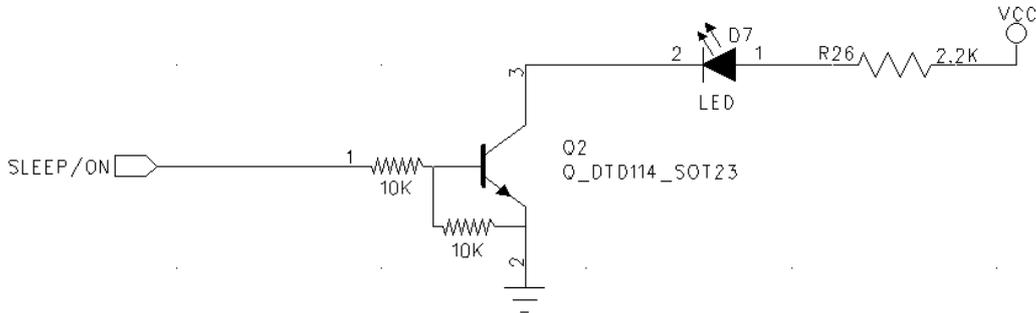
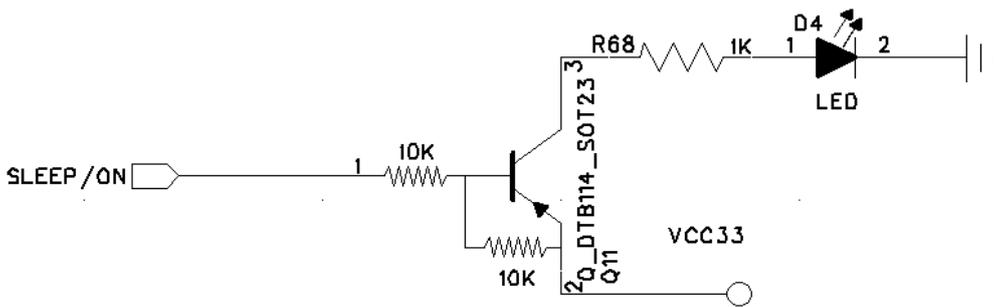

图 4-20 模块休眠时指示灯亮起参考电路
图 4-21 模块唤醒时指示灯亮起参考电路
1、如果需要模块在休眠时 LED 亮起，可以参考图 4-20。
2、如果需要模块在唤醒时指示灯亮，可以参考图 4-21。
唤醒情况下，成功加入网络 Associate 管脚将输出低电平指示网络上线。未成功加入网络或进入休眠情况下，Associate 管脚将输出高电平指示网络下线。相关的参考电路可以参考图 4-20、图 4-21。